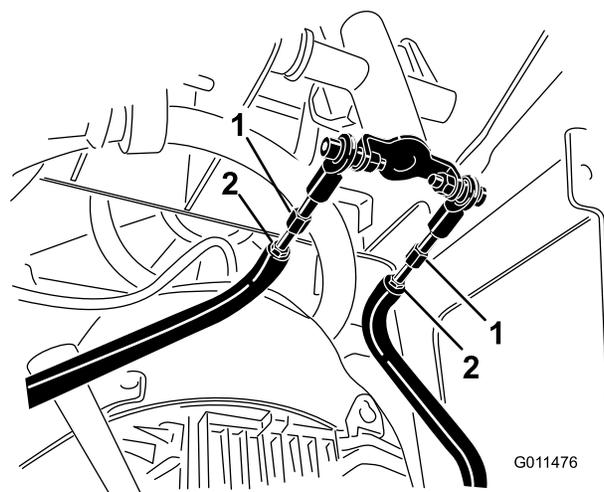

Рисунок 54
- Ослабьте контргайки на тяговых штангах под панелью управления (Рисунок 54).